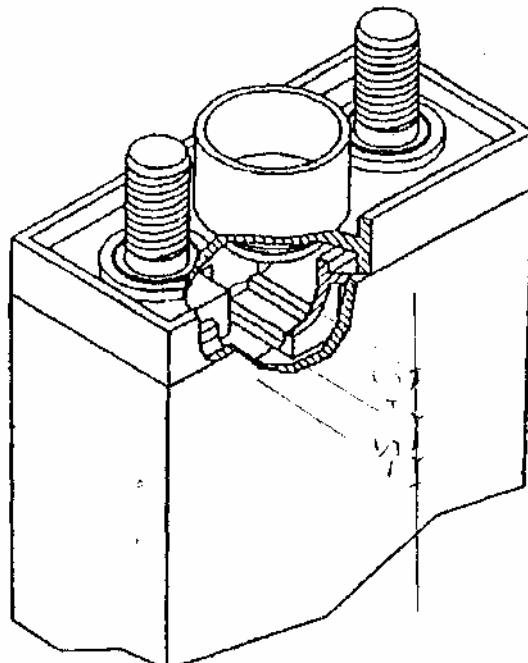

Рисунок 5. Указатель уровня электролита
- была проведена корректировка уровня электролита по нижнему краю указателя уровня электролита (технологическая карта №5, рис.5).
- electrolyte level was set according to lower border of electrolyte level indicator (Maintenance task #5, Fig.5).
- Визуально через горловины сосудов проверьте уровень электролита во всех аккумуляторах. Номинальный уровень электролита в каждом аккумуляторе должен достичь нижнего края указателя уровня электролита, с отклонениями  $\pm 5$  мм (см. рис.5).
Технологическая карта №5 Содержание операций и технические требования (ТТ) 5. Регулировкой зарядного устройства установите величину постоянного тока заряда в соответствии с выбранным режимом. Зафиксируйте время начала заряда батареи.  6. В процессе заряда не реже чем через каждые 30 минут контролируйте величины зарядного тока, напряжения на выводах батареи (рис. 8, 9, 10), температуры электролита. Температуру электролита контролируйте по показаниям термометра. При необходимости переставьте термометр в наиболее разогреваемый аккумулятор. Температура электролита при заряде не должна превышать +40°C. Через 2 часа после начала заряда и далее с периодичностью не более чем в 30 минут визуально через отверстия сосудов контролируйте уровни электролита во всех аккумуляторах батареи. Уровень электролита в каждом аккумуляторе не должен быть выше нижнего края указателя уровня электролита $\pm 5$ мм (рис.5). Выплескивание электролита через отверстия сосудов не допускается. Осторожно! Контроль производите только в защитных очках.	на 3-х страницах Работы, выполняемые при отклонении от ТТ  При отклонении зарядного тока от нормы, подрегулируйте ток. Если напряжение на батарее не повышается во время заряда, проверьте надежность и правильность подключения батареи к зарядному устройству. Если температура электролита в процессе заряда достигла +40°C, заряд следует прекратить. После охлаждения батареи до температуры +30°C продолжите заряд. Отберите избыток электролита из аккумулятора, используя приспособление для корректировки уровня. При выплескивании электролита и попадании его внутрь контейнера между аккумуляторами провести работы по разборке и чистке батареи согласно п.п.1...9 ТК 8. После сборки батареи проверьте ее параметры в объеме 12-и месячного периодического обслуживания.
<p>8. За 15 ...10 минут до окончания заряда при подключенном зарядном устройстве при токе заряда <math>0,2 \cdot I_1</math> проведите следующие операции:</p> <ul style="list-style-type: none"> <li>• Измерьте величину напряжения на каждом аккумуляторе. Напряжение на всех аккумуляторах должно быть не меньше 1,56 В.</li> <li>• Визуально через горловины сосудов проверьте уровень электролита во всех аккумуляторах. Номинальный уровень электролита должен находиться по нижнему краю указателя уровня электролита <math>\pm 5</math> мм (см. рис.5). Осторожно! Контроль производите только в защитных очках. Внимание! Доливать только дистиллированную воду, соответствующую требованиям ГОСТ 6709 / VDE 0510! Доливание раствора едкого калия запрещено!</li> <li>• Проверьте плотность электролита в аккумуляторах, на которых перед началом технического обслуживания были обнаружены следы карбонизации. Если перед началом технического обслуживания следов карбонизации не обнаружено, то при выполнении 12-и месячного периодического обслуживания проверьте плотность электролита в 2..3 аккумуляторах батареи. Плотность электролита не должна быть меньше 1,22 кг/л</li> </ul>	<p>Продолжите заряд дополнительно в течение 1-2-х часов. Если напряжение на тех же аккумуляторах не достигло 1,56В -замените их согласно ТК 8 и проверьте параметры батареи в объеме 12-и месячного периодического обслуживания. Если уровень электролита находится ниже требуемого предела (-5 мм) добавьте дистиллированной воды. Если в результате неправильных действий уровень электролита превысил допустимый (+5 мм) - отберите избыток электролита из аккумулятора, используя приспособление для корректировки уровня электролита. При выплескании электролита и попадании его внутрь контейнера между аккумуляторами провести работы по разборке и чистке батареи согласно ТК 8. После сборки батареи проверить ее параметры в объеме 12-и месячного периодического обслуживания.</p> <p>Замените аккумуляторы с пониженной плотностью согласно ТК 8. После сборки батареи проверьте ее параметры в объеме 12-и месячного периодического обслуживания.</p>